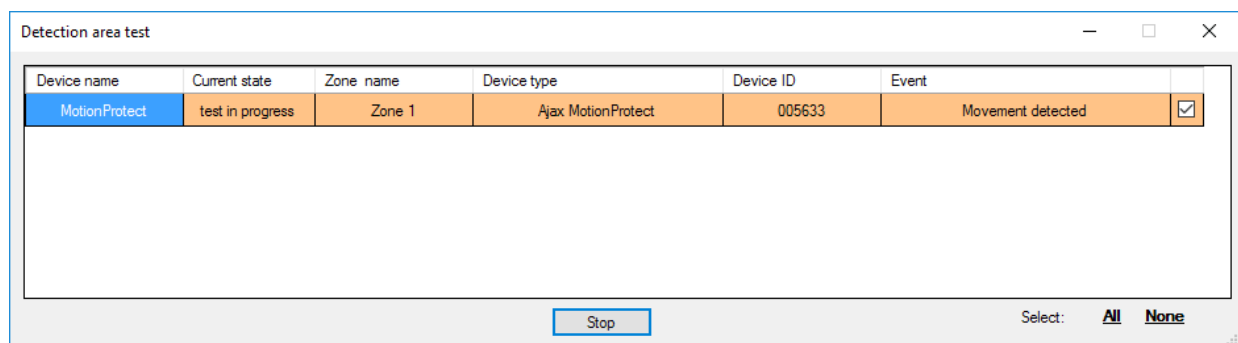

Abb. 16. Erfassungsbereichstest
9. Der Erfassungsbereichstest (Abb. 16) ist erforderlich, um sicherzustellen, dass die Sensoren in ihrer aktuellen Position effizient arbeiten. Im Testmodus leuchtet die Sensorleuchte permanent und schaltet sich während der Aktivierung für 1 Sekunde aus. Dies lässt sich sehr gut beobachten. Im Gegensatz zum Funksignaltest ist der Erfassungsbereichstest für mehrere Sensoren gleichzeitig möglich. Aktivieren Sie dazu das Kontrollkästchen für jedes Gerät im Fenster **“Area detection test” (Bereichserfassungstest)**, nachdem Sie zuvor das Testfenster durch Drücken der Lupen-Schaltfläche für den jeweiligen Sensor geöffnet haben. Die Funkfernbedienung SpaceControl unterstützt die Erfassungsbereichs- und Funksignaltests nicht.